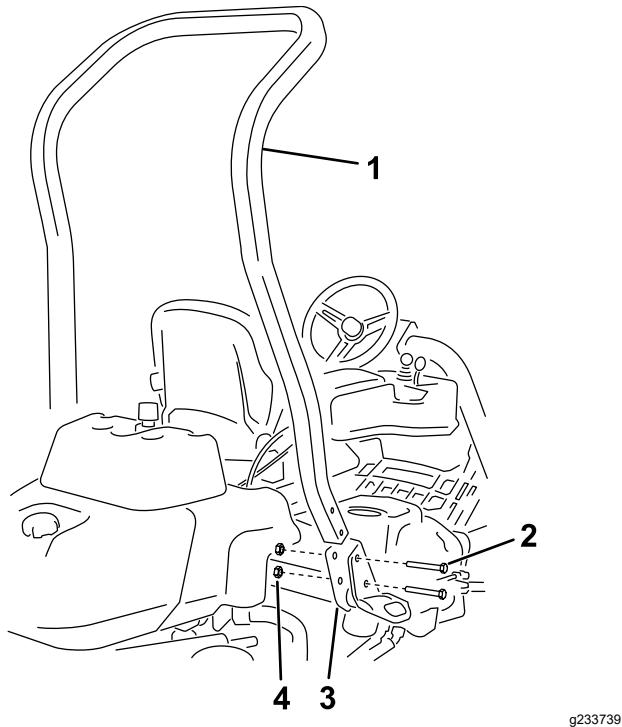

Figura 3
3. Utilizzate 4 bulloni (1/2" x 3 3/4") e 4 dadi flangiati (1/2") per montare il roll bar nelle staffe del ROPS su ciascun lato della macchina, come illustrato nella Figura 3.